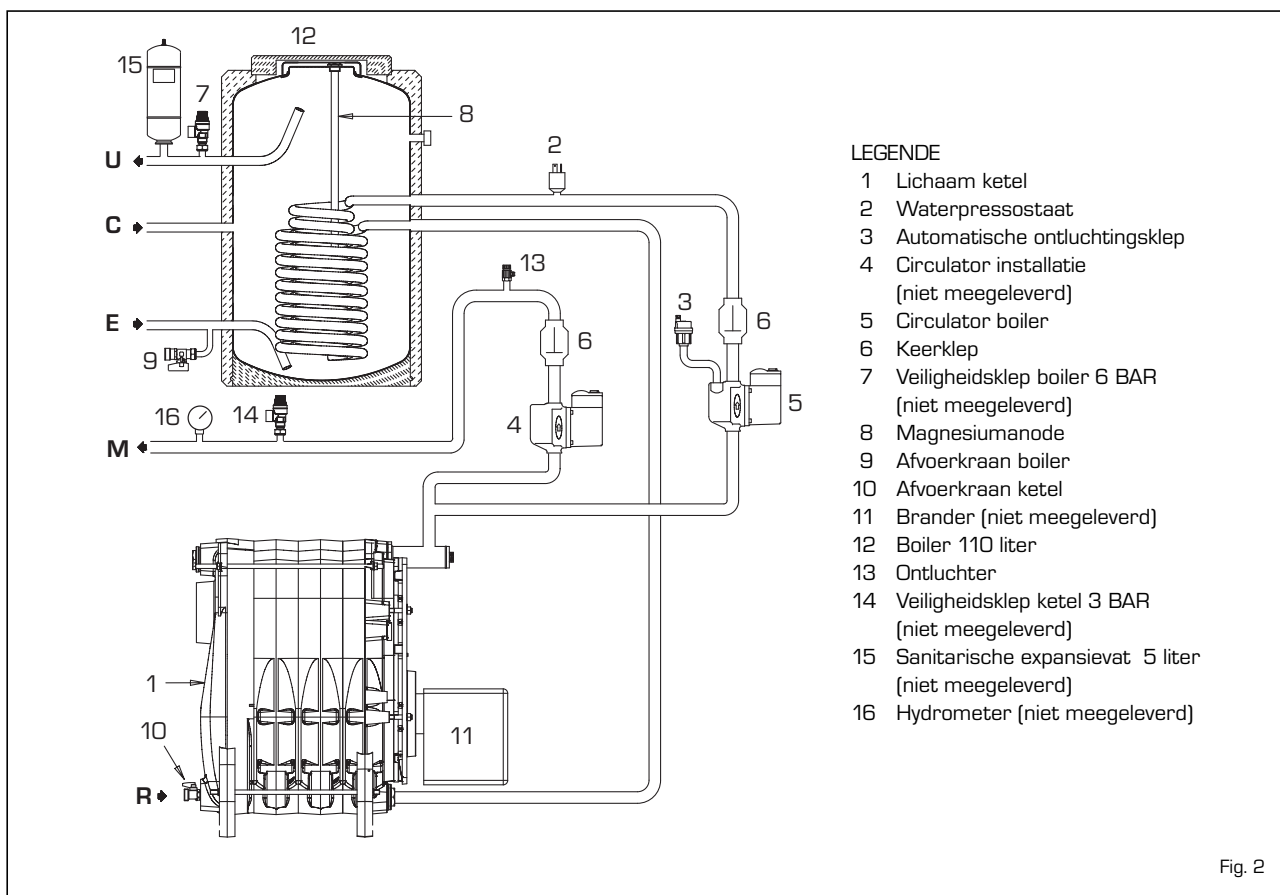

Fig. 2
2.3.1 Aanbevolen accessoires (fig. 2)
De ketel kan de gewenste hoeveelheid warm water alleen produceren als alle lucht in de slang is afgevoerd wanneer hij voor het eerst wordt aangezet. Om deze handeling te vereenvoudigen dient men de terugslagklep (6 fig. 2) open te zetten door de schroef in horizontale stand te zetten. Zet de schroef in de oorspronkelijke stand terug wanneer het afvoeren is voltooid.